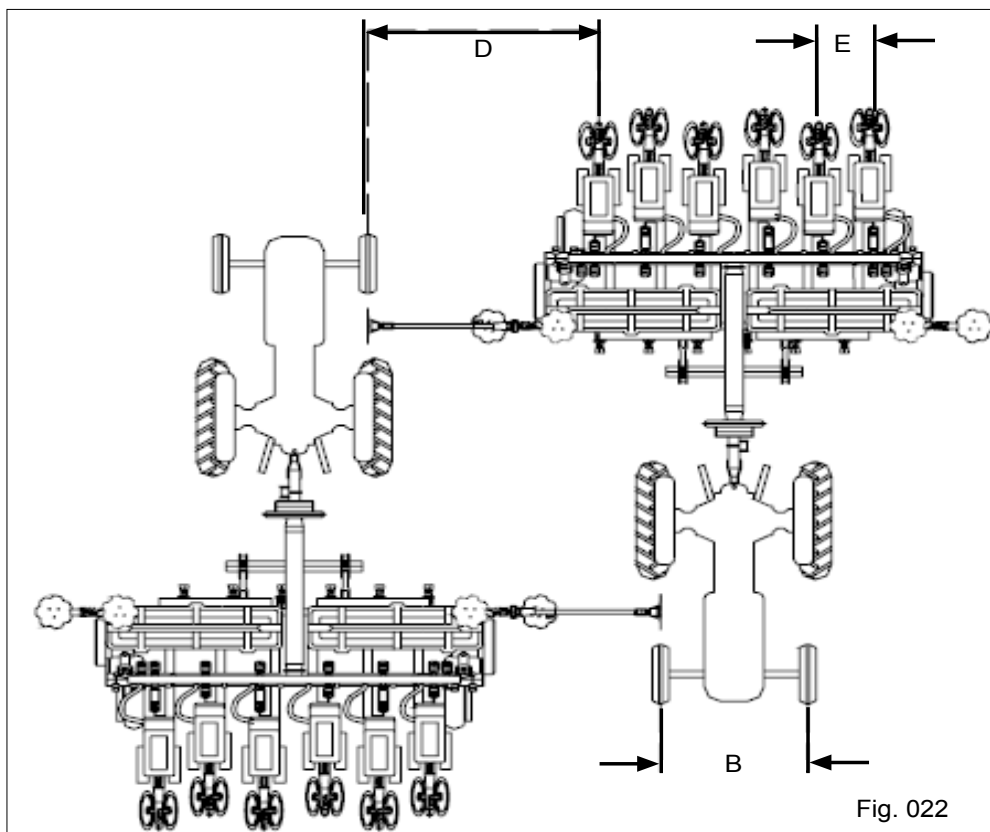

Fig. 022
- b) Para obter a medida “D” caminhe com a plantadora por alguns “metros, meça a distância entre o centro do rastro do trator e o centro da primeira linha de semente (Fig. 022).
- a) Afrouxe as porcas do grampo de fixação da haste do marcador, a seguir desloque-a até a posição “D” (Fig. 022). Fixe o grampo novamente.